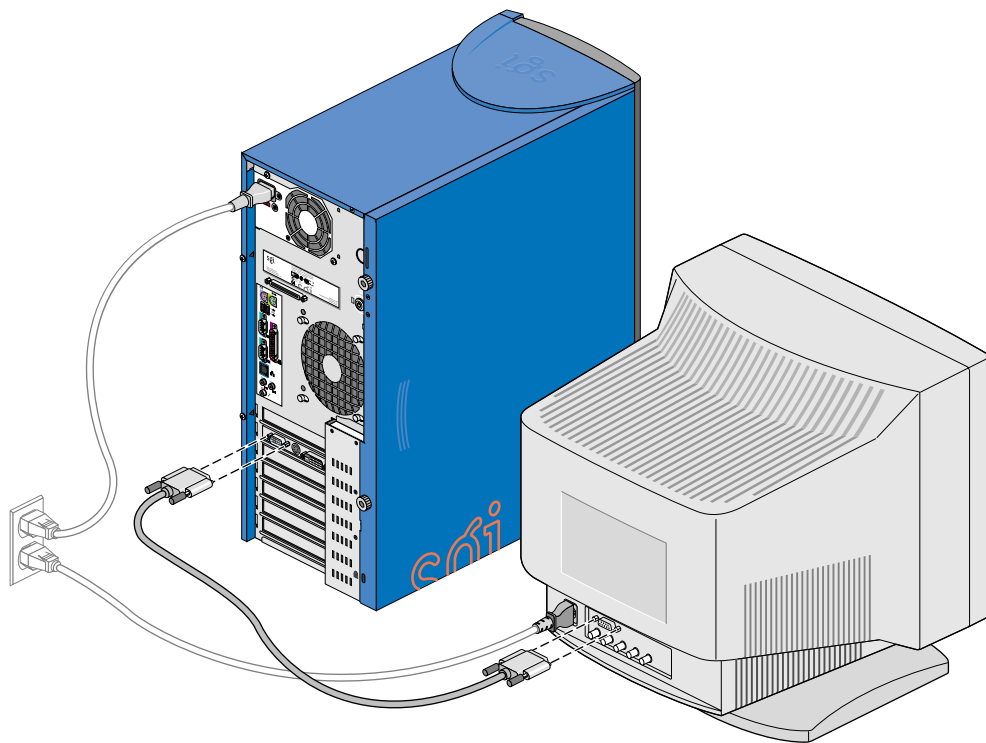

図 1-8 DB15 HDビデオケーブルの接続
4. 図1-8に示すように、DB15 HDビデオケーブルをシステムに接続します。
5. 図1-8に示すように、モニタを電源に接続します。